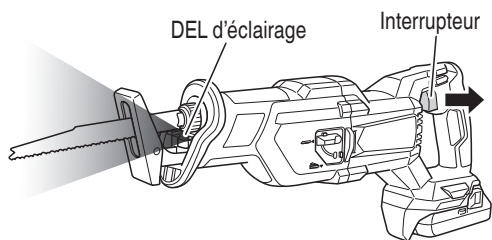

Fig. 25
4. Comment utiliser la DEL d'éclairage (Fig.25)